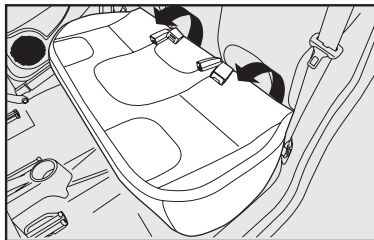

fig. 93
3) Incline hacia adelante el respaldo, tirando de ellos hacia adelante **fig. 93**.